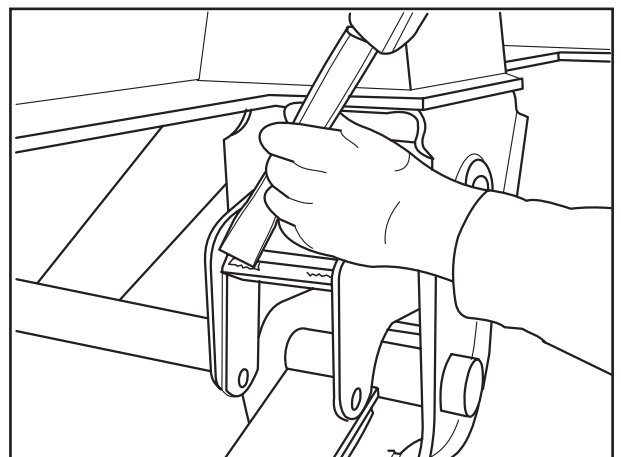

Fig. 3
- [3] Bei angeschweißten Haltern (Federgleitstücke) die oberen Schweißnähte abmeißeln oder abschleifen (Fig.3).
- [3] With welded supports (spring slides), chisel or grind off the upper weld seams (Fig. 3).
- [3] Concernant les supports soudés (pièces de glissement des ressorts), enlever les cordons de soudure supérieurs au burin ou par meulage (fig. 3).